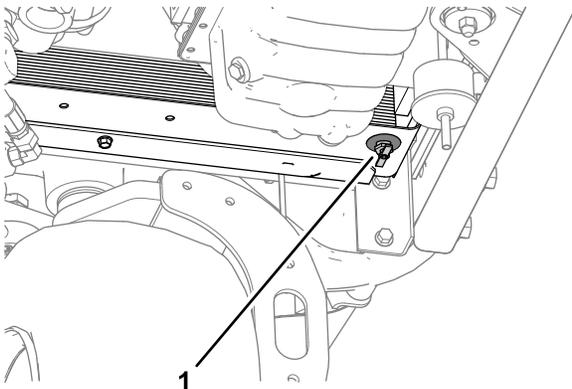

Figura 7
2. Alinhe o recipiente de drenagem com a capacidade especificada debaixo da válvula de drenagem do radiador e abra a válvula (Figura 7).
4. Feche a válvula de drenagem (Figura 7).